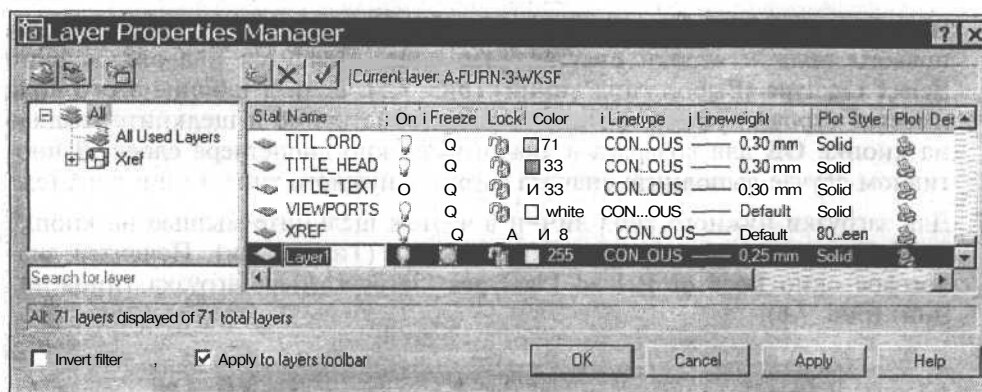

Рис. 7.3. Строка нового слоя в правом поле диспетчера свойств слоев
4. Щелкните мышью на имени слоя Layer1. Вокруг него появится синий прямоугольник (рис. 7.3). Введите с клавиатуры новое имя и нажмите клавишу <Enter>. Имя слоя может содержать 31 символ, включая пробелы, комбинации прописных и строчных букв и специальные символы. При отображении длинных имен выводятся только начало и конец имени слоя.